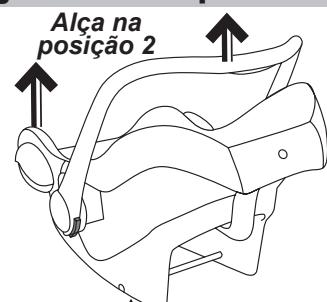

Figura 10
- Levantar a cadeira do carro com as duas mãos (Figura 10).